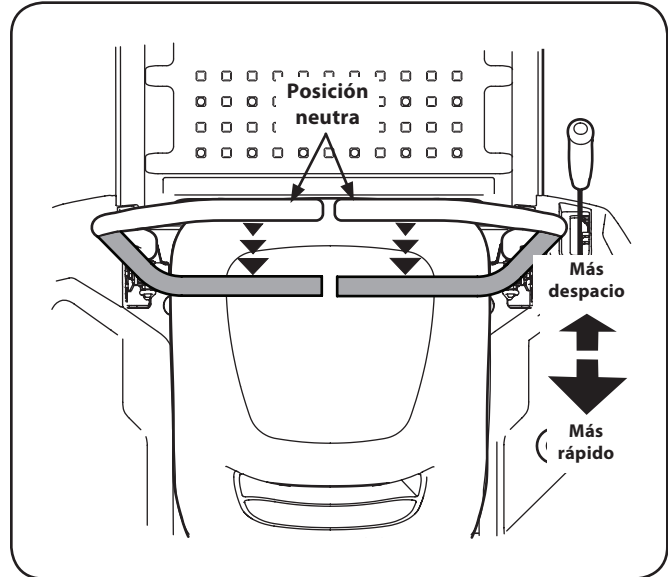

Figura 5-6
1. Mueva las dos palancas de control lenta y suavemente hacia atrás. El tractor comenzará a moverse hacia atrás. Consulte la Figura 5-6.